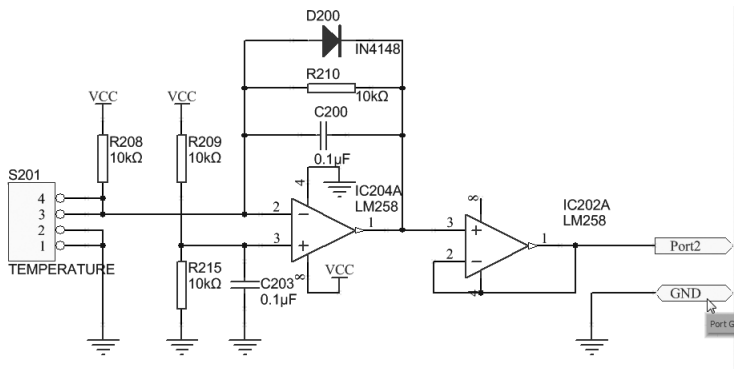

图 5-19 选择子原理图中的任一输入输出端口
(1) 打开任意一个子原理图,选择菜单栏中的“工具”→“上/下层次”命令,或者单击“原理图标准”工具栏中的 (上/下层次)按钮,此时光标变为十字形,移动光标到任意一个输入/输出端口处,如图 5-19 所示。在这里,我们打开子原理图“Sensor3. SchDoc”,把光标置于接地端口“GND”处。
(2) 在光标放置处单击,顶层原理图“Mother. SchDoc”就出现在编辑窗口中。并且,在代表子原理图“Sensor3. SchDoc”的原理图符号中,具有相同名称的接地端口“GND”处